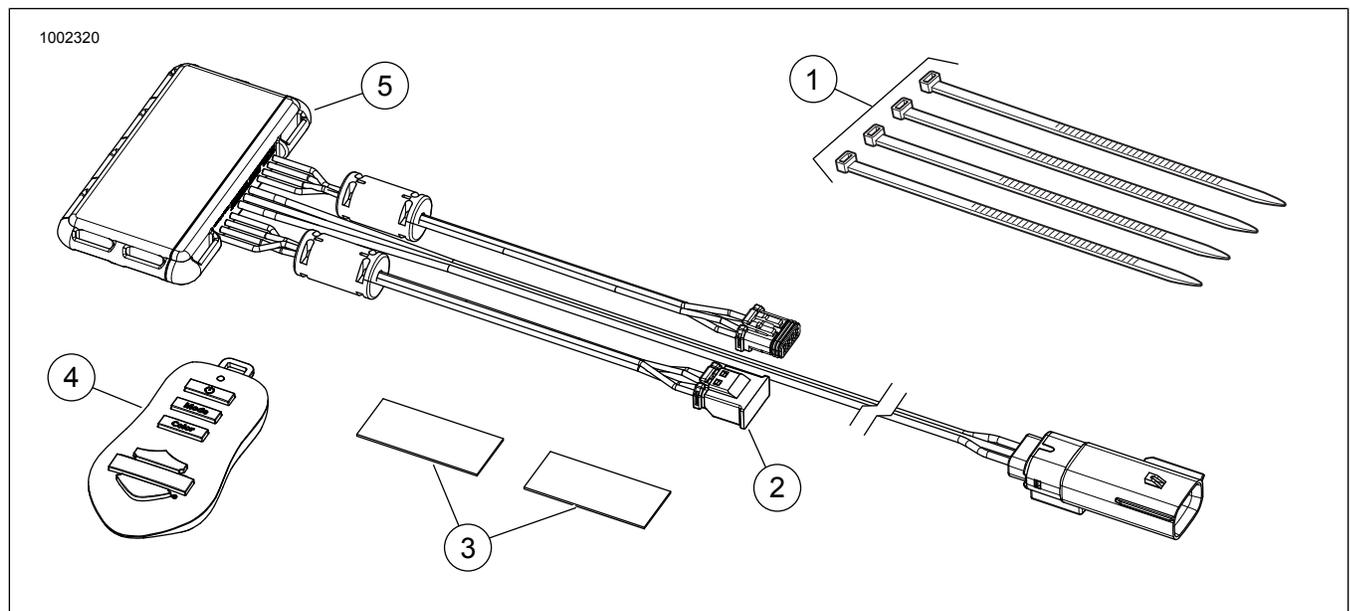

Figura 2. Piezas de servicio, kit del controlador Spectra Glo
Consulte la Figura 2. y Tabla 1 .
5. Consulte la Figura 2. Elija una ubicación adecuada para montar el controlador (5) debajo del asiento o detrás de la cubierta lateral izquierda. Use la cinta adhesiva de doble cara (3) provista en el kit o correas de cables (1).